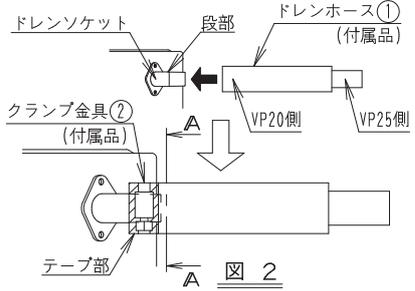

図 2
- フレアナット接続時は、フレア内面のみエーテル油またはエステル油を塗り、最初は3~4回手回してねじ込んでください。(図2参照)
- ドレンホース①はドレンソケットの段部まで差し込み、ホース挿入部先端のテープ部の範囲の中で、クランプ金具②を固定してください。（図2参照）
(図2の断面 A-A)